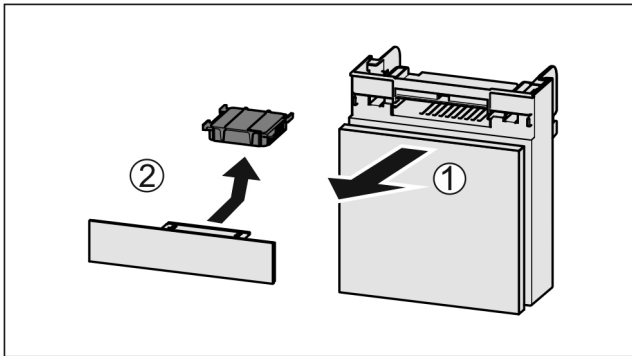

Fig. 254
- ▶ Húzza ki Fig. 254 (1) előrefelé a rekeszt.
- ▶ Vegye ki az aktívszén-szűrőt Fig. 254 (2).